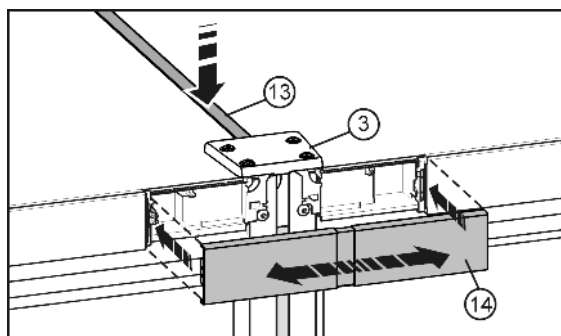

Fig. 10
- ▶ Tryk den korte afdækningsliste Fig. 10 (13) ind i spalten på oversiden. Listen skal anbringes således, at den ender på linie med forbindelsespladen Fig. 10 (3) ved forkanten.
- ▶ Sæt afdækningen Fig. 10 (14) på det endnu åbne mellemrum mellem de to betjeningspanelers afdækninger. Pas på, at afdækningens yderside støder lige op til de to betjeningspanelers afdækninger. Til dette formål kan afdækningen trækkes ud.